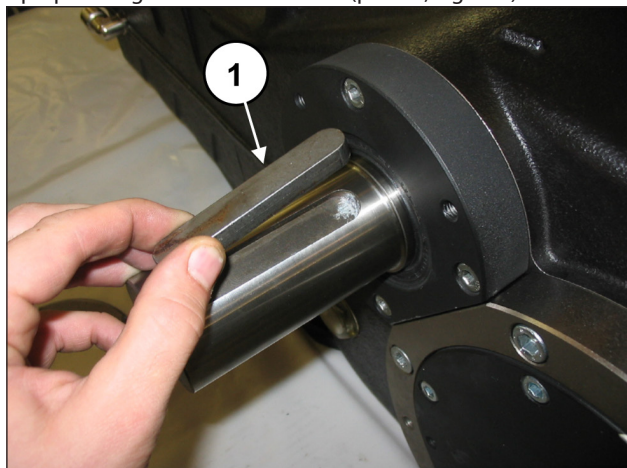

Fig. 102
Aplique a lingueta no eixo do PTO (pos. ①, Fig. 102).